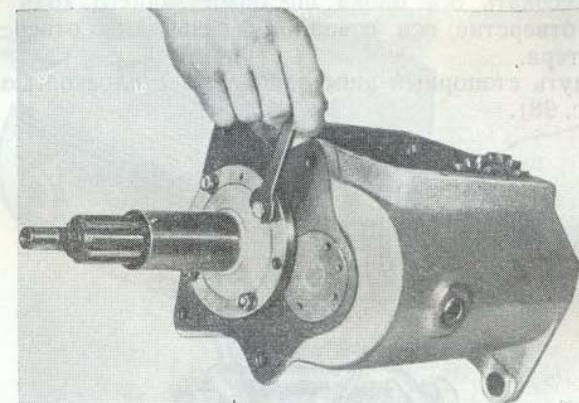

Рис. 96. Установка крышки первичного вала
12. Установить крышку подшипника на первичный вал так, чтобы резьбовое отверстие стопорного винта было внизу (рис. 96).